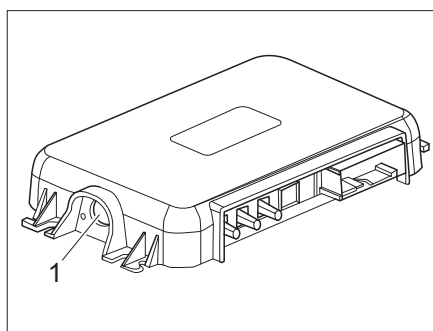

Fig. 274 Tasto di accoppiamento a SCU
- Digitare il tasto di accoppiamento di SCU (Fig. 274,1). Ora il veicolo e il dispositivo mobile sono accoppiati.